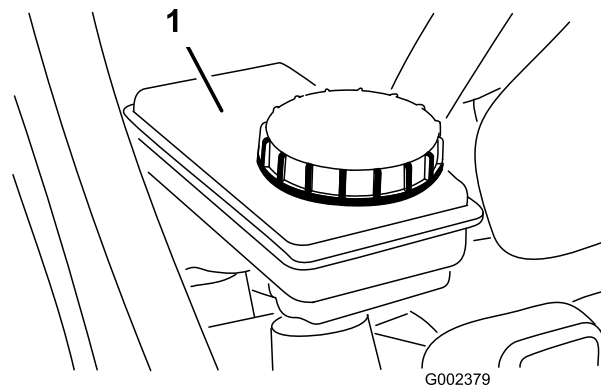

Bild 58
6. Wenn der Flüssigkeitsstand niedrig ist, reinigen Sie den Bereich um den Deckel, nehmen Sie den Behälterdeckel ab und füllen Sie den Behälter mit der angegebenen Bremsflüssigkeit auf den richtigen Stand auf (Bild 58).
5. Der Flüssigkeitsstand sollte bis zur Voll-Markierung am Behälter reichen (Bild 58).